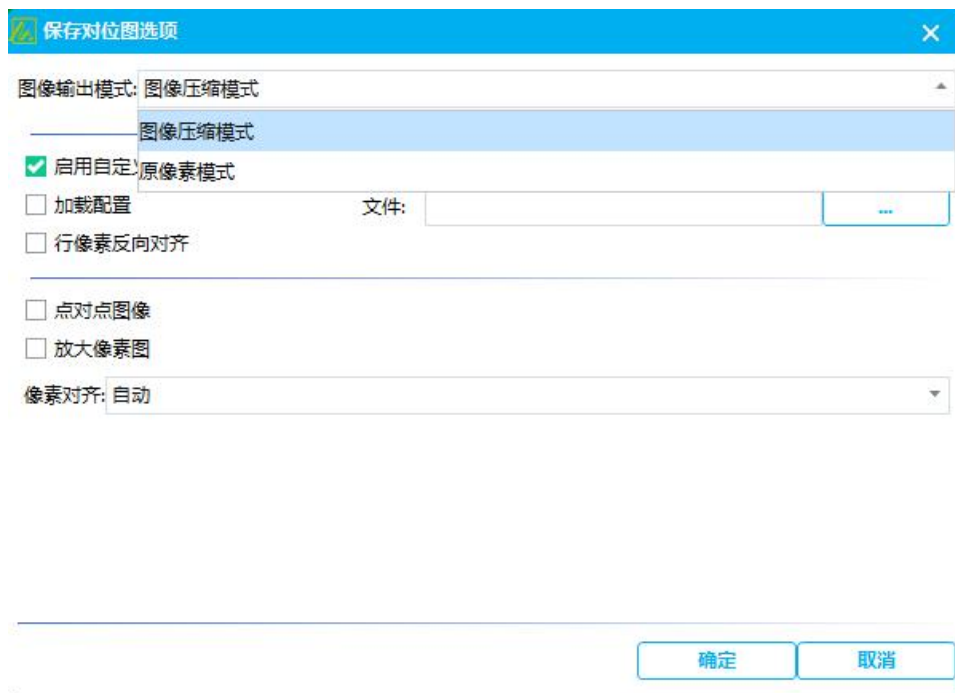

图 4-3-20 保存对位图选项图
- (9) 解锁：选择箱体，右键菜单栏点击解锁，所选箱体解锁。
- (10) 解锁所有：选择箱体，右键菜单栏点击解锁，所有箱体解锁。
- (11) 保存对位图：可选择图像压缩模式和原像素模式保存对位图，如图 4-3-20 所示。